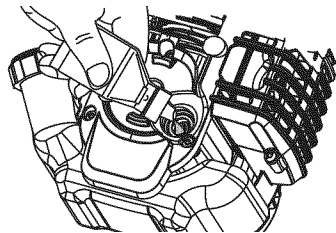
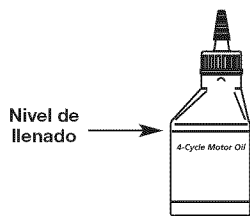

Fig. 21
Fig. 22
6. Si el nivel de aceite no está tocando la rosca más interior del agujero de llenar aceite, añada una pequeña cantidad al agujero de llenar aceite y vuelva a comprobar (Fig. 21). Repita este procedimiento hasta que el nivel de aceite alcance la rosca más interna del agujero de llenar aceite.
**NOTA:** Use la botella y la boquilla que guardó del uso inicial para medir la cantidad correcta. El nivel de 90 ml (3,04 onzas) está aproximadamente en la parte superior de la etiqueta de la botella (Fig. 22). Mida el nivel con la varilla de medición. Si el nivel está bajo, agregue una pequeña cantidad de aceite y vuelva a medir (Fig. 21). No lo llene demasiado.